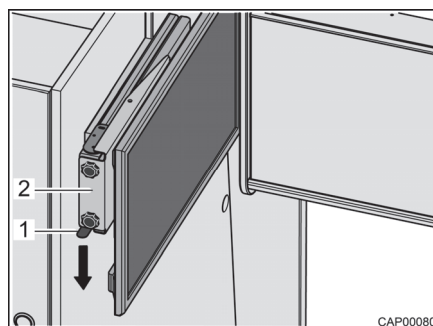

Fig. 29 Dispositivo de extracción con pantalla plana
- Presionar el resorte de cierre (Fig. 29,1) hacia abajo y extraer el dispositivo de extracción (Fig. 29,2) con pantalla plana horizontalmente hacia el centro del vehículo.
- Empujar el dispositivo de extracción (Fig. 29,2) con pantalla plana horizontalmente hasta el tope. El resorte de cierre (Fig. 29,1) engatillará automáticamente.